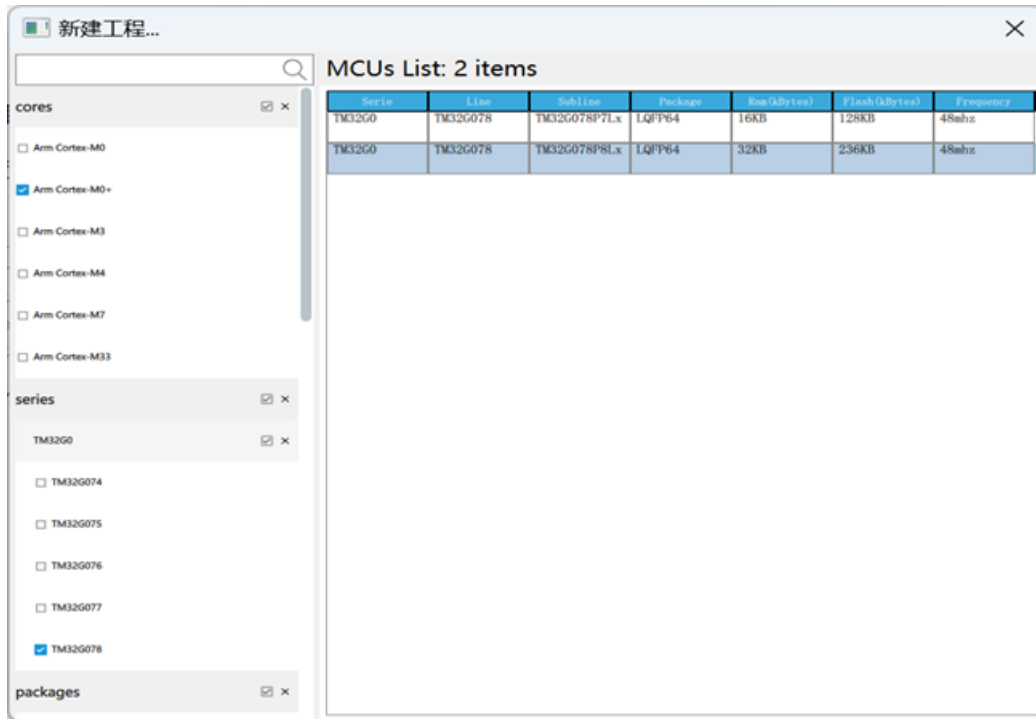

图 6-1 选择 MCU
3. 双击选择 TM32G078P8Lx。（参见图 6-1）